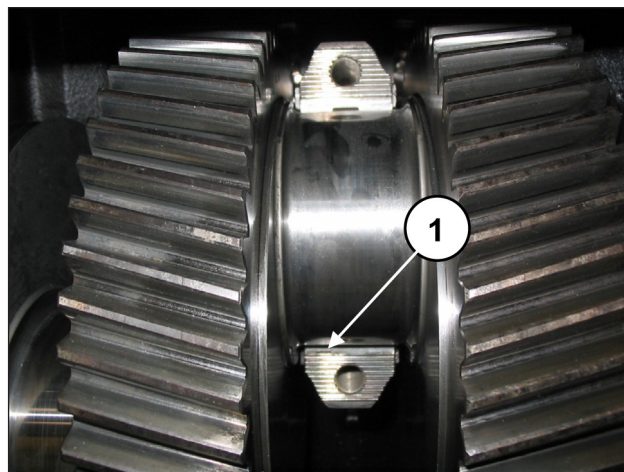

Fig. 81
Para montar correctamente los cojinetes, la lengüeta de referencia de los semicojinetes debe encajar en el alojamiento de la semibiela (pos. ①, Fig. 81).